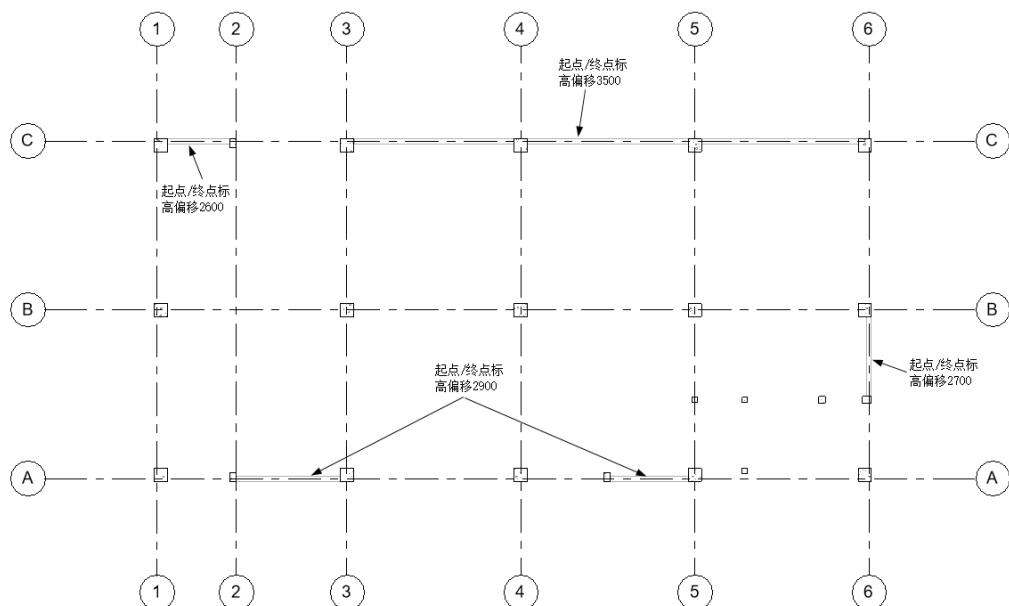

图 15-46 绘制“200×500mm”梁
(3) 在如图15-46所示的位置绘制“200×500mm”梁,并在“属性”选项板中更改“起点标高偏移”和“终点标高偏移”。
(4) 单击“结构”选项卡“结构”面板“梁”按钮 ,在“属性”选项板中单击“编辑类型”按钮 ,打开“类型属性”对话框,单击“复制”按钮,打开“名称”对话框,输入“名称”为